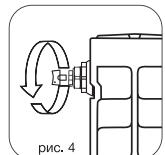

рис. 4
- 8.4. Для удаления воздуха из радиатора в верхний коллектор обязательно установка крана Маевского необходимо периодически (несколько раз в год) вручную сливать его с помощью специального ключа* (рис. 4).